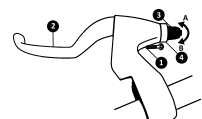
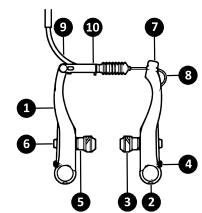

Рис. 13.1: Тормозная ручка тормозов V-типа и ее регулировки
Рис. 13.2: Тормоза V-типа и их регулировки
Тормозная ручка (рис. 13.1, поз. 2) механических тормозов (ободных или дисковых) имеет две регулировки — винт изменения расстояния до рычага тормозной ручки и механизм регулировки натяжения тросика. Расстояние до рычага тормозной ручки изменяется вращением винта (рис. 13.1, поз. 1). Установите положение рычага так, чтобы вы без проблем доставали до него пальцами, но при этом так, чтобы при нажатии на рычаг он не упирался в грипсу руля. Винт (рис. 13.1, поз. 3) и контргайка (рис. 13.1, поз. 4) регулировки натяжения тросика используются только для эксплуатационной подстройки натяжения троса тормоза. Каждый раз, когда вы регулируете натяжение, не забывайте зафиксировать винт с помощью контргайки.
Тормозной механизм V-типа представляет собой два подвижных рычага (рис. 13.2, поз. 1), каждый из которых вращается на шарнире (рис. 13.2, поз. 2). К рычагам присоединены тормозные колодки (рис. 13.2, поз. 3), которые своей фрикционной частью контактируют с колесным ободом при натяжении тросика, когда тормозная ручка нажата. Тормозной механизм регулируется винтами (рис. 13.2, поз. 4) натяжения возвратных пружин и положением тормозной колодки — при помощи набора сферических шайб (рис. 13.2, поз. 5). Правильно отрегулированный тормоз V-типа должен обеспечивать равномерный и одновременный прижим колодок к ободу. Расстояние между колодками и ободом при не нажатом тормозе должно составлять 1—3 мм.
Настройка углового положения колодок — необходима для того, чтобы колодки контактировали с ободом максимальной своей площадью. Ослабив натяжение винта (рис. 13.2, поз. 6), стягивающего набор сферических шайб (рис. 13.2, поз. 5), установите колодку параллельно ободу и строго напротив него. Затяните винт, удерживая колодку от проворачивания. Повторите процедуру для второй колодки тормоза.
- Открутите винт (рис. 13.2, поз. 7) зажима тросика и сдвиньте трос в нужную сторону, изменяя рабочую длину троса (от тормозной ручки до тормозного рычага). Затяните винт зажима троса.
- Повторяйте последнюю операцию до тех пор, пока расстояние между колодками и ободом не примет требуемого значения. Тонкую регулировку при необходимости можно провести с помощью механизма (рис. 13.1, поз. 3, 4) регулировки натяжения тросика (см. ниже).
Эксплуатационная регулировка натяжения тросика производится по мере износа фрикционной части тормозных колодок и соответственно изменения их высоты. Открутите контргайку (рис. 13.1, поз. 4) и отрегулируйте рабочую длину тросика с помощью винта (рис. 13.1, поз. 3) так, чтобы свободный ход колодок вернулся к требуемым значениям. Не забудьте закрутить контргайку.
Замена колодок — необходима для поддержания работоспособности тормоза и сохранения его эффективности. Открутите винт (рис. 13.2, поз. 6), стягивающий набор сферических шайб (рис. 13.2, поз. 5), снимите внешние шайбы со шпильки и отсоедините колодку от рычага тормоза. Будьте аккуратны — шайбы легко соскакивают со шпильки и могут быть утеряны. Установка колодки производится в обратной последовательности. В процессе замены колодок необходимо проводить операцию по настройке их углового положения (см. выше).
Замена тормозного тросика производится в случае повреждения или износа тросика. Отверните винт (рис. 13.2, поз. 7) зажима тормозного троса, выньте его из зажимной части тормозного рычага (если установлен концевой колпачок на тросике, предварительно снимите его), а затем выньте тросик из рубашки (оплетки). Поверните регулировочный винт (рис. 13.1, поз. 3) на тормозной ручке и контргайку (рис. 13.1, поз. 4) так, чтобы разрезы на их корпусах совпали с прорезью на корпусе тормозной ручки. Нажмите на рычаг тормозной ручки и выньте тросик сквозь прорезь. Затем выньте концевой цилиндр крепления тросика из соответствующего паза на рычаге тормозной ручки. Установка тросика производится в обратной последовательности.
Механизм расстегивания тормоза V-типа — предназначен для того, чтобы вы имели возможность снять колесо с велосипеда без демонтажа тормоза или тормозных колодок, которые в рабочем состоянии не дают покрышке пройти между ними. Чтобы расстегнуть тормоз, необходимо одной рукой сжать пару тормозных рычагов (рис. 13.2, поз. 1), а другой — вынуть подводящую трубку (рис. 13.2, поз. 9) тросика из подвижной металлической стремянки (рис. 13.2, поз. 10). Застегивание производится аналогично: одной рукой сжимаем рычаги в направлении друг к другу (колодки будут касаться обода), а другой вставляем подводящую трубку в стремянку. Правильно настроенный тормоз позволяет расстегивать и застегивать обратно тормоза без нарушения их регулировки.